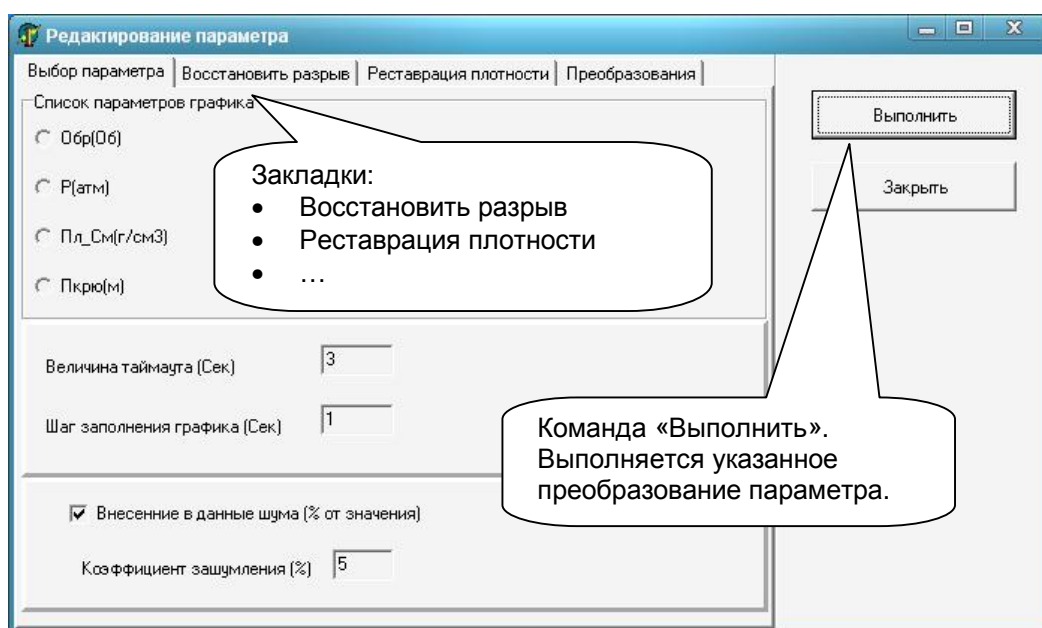

Рисунок 12. Редактирование параметра
При этом на экране появится окно «Редактирование параметра» (смотри рисунок 12).
- Выбор параметра производится на закладке «Выбор параметра» (смотри рисунок 12).
- Выбор алгоритма производится переключением закладок. Необходимо переключиться на требуемую закладку, выбрать конкретную обработку, настроить в случае необходимости дополнительные параметры и нажать кнопку «Выполнить» (смотри рисунок 12).